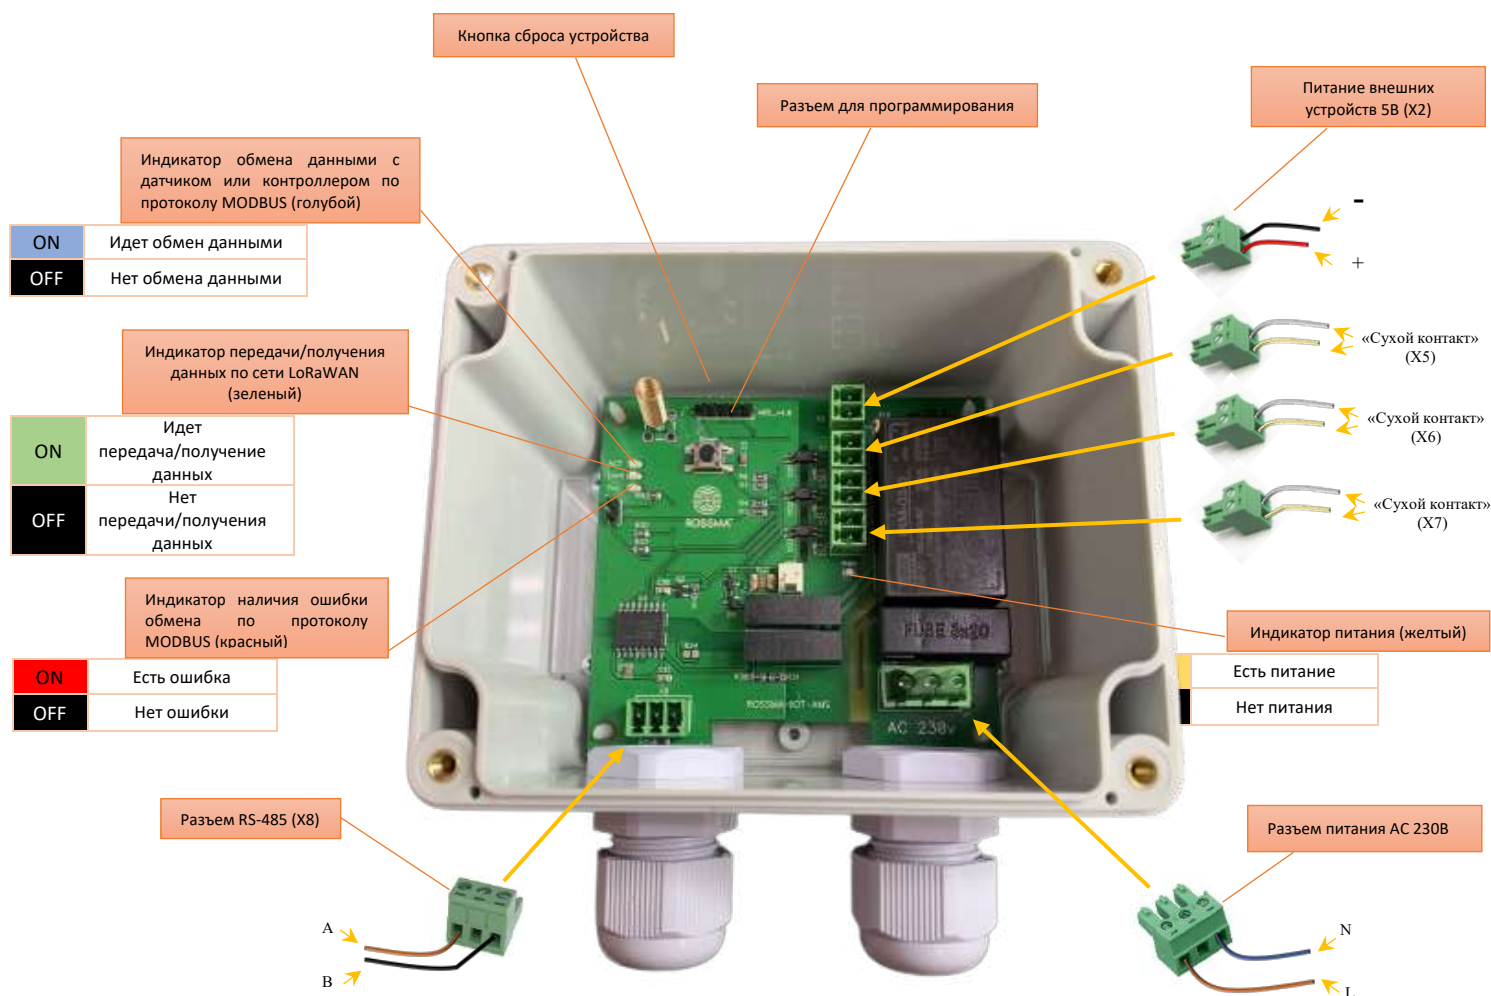
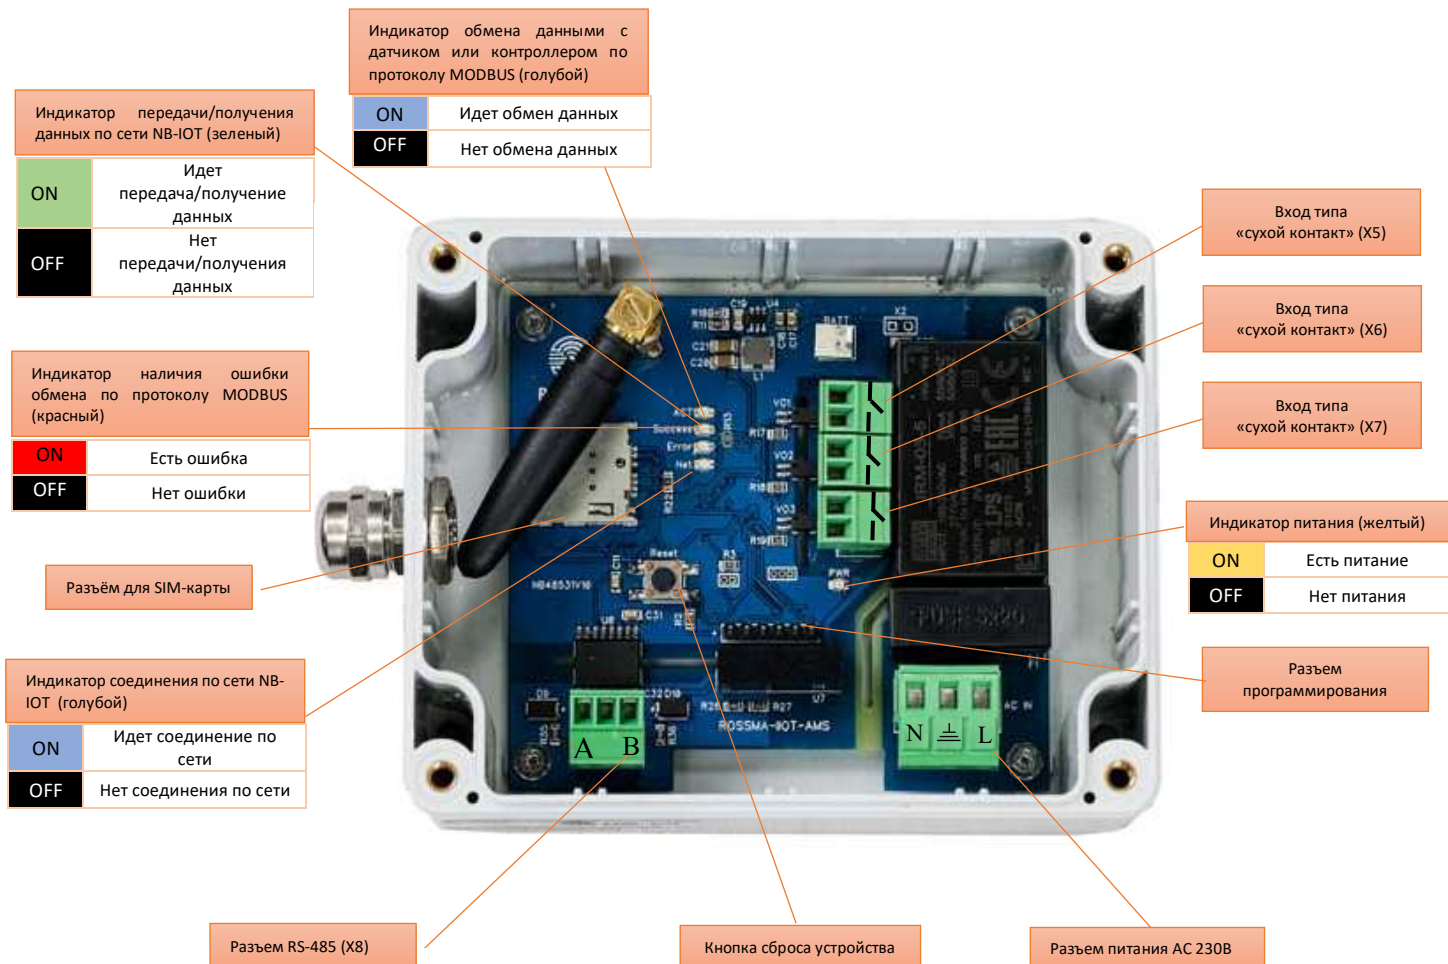

Рис.1 Описание измерителя-коммутатора ROSSMA IIOT-AMS MODBUS (LoRaWAN)
Рис.2 Описание измерителя-коммутатора ROSSMA IIOT-AMS MODBUS (NB-IoT)
- Подключить измеритель-коммутатор при помощи кабеля (с рекомендуемым сечением жилы не более 1 мм) к датчику или контроллеру через клеммы А и В (X8) (согласно рис. 1, рис.2)
- Подключить измеритель-коммутатор к питанию 220В (согласно рис.1, рис.2)